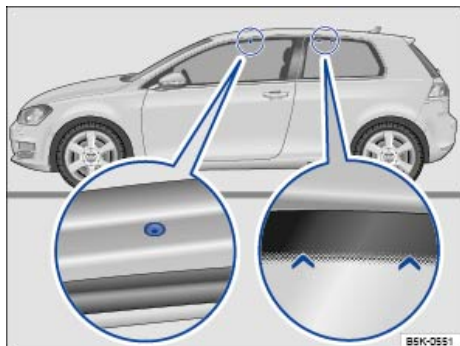
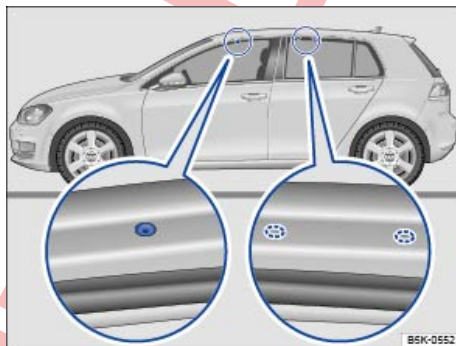

Fig. 142 Puntos de fijación de los soportes básicos en vehículos de dos puertas.
Fig. 143 Puntos de fijación de los soportes básicos en vehículos de cuatro puertas.
Los orificios para fijar el soporte básico delantero se encuentran en la parte inferior de los largueros del techo y van cerrados con tornillos de plástico $\Rightarrow$ **fig. 142** (imagen ampliada izquierda) que hay que desenroscar antes de comenzar con el montaje.
Las marcas para fijar el soporte básico trasero se encuentran en la parte superior de las ventanillas traseras $\Rightarrow$ **fig. 142** (imagen ampliada derecha).
Los orificios para fijar el soporte básico delantero se encuentran en la parte inferior de los largueros del techo y van cerrados con tornillos de plástico $\Rightarrow$ **fig. 143** (imagen ampliada izquierda) que hay que desenroscar antes de comenzar con el montaje.
Las marcas para fijar el soporte básico trasero se encuentran en la parte inferior de los largueros del techo $\Rightarrow$ **fig. 143** (imagen ampliada derecha).
- Los soportes básicos solo se deberán montar en los orificios y las marcas que aparecen señalados en la ilustración ⇒ **fig. 142 y ⇒ fig. 143.**